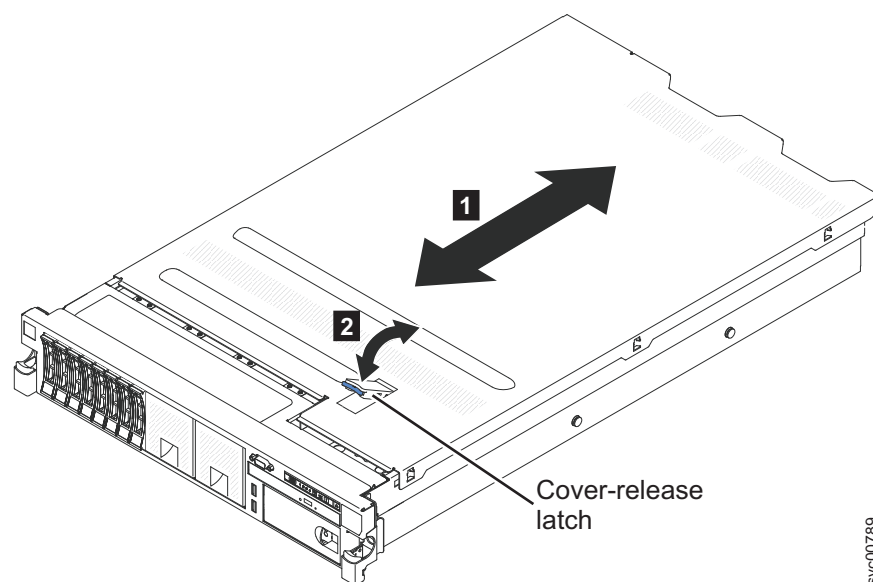

Figura 79. Substituindo a Tampa do SAN Volume Controller 2145-DH8
4. Deslize a tampa em direção à parte frontal do nó, conforme mostrado em Figura 79.